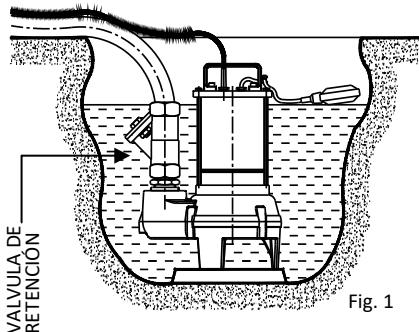

Fig. 1
que se acumulen piedrecillas, residuos, lodos, etc., realice una base de apoyo regular y realizada (Fig. 1).
- Instale una válvula de retención después de la impulsión de la bomba, (Fig. 1) para evitar el retorno del líquido del colector de desagüe.